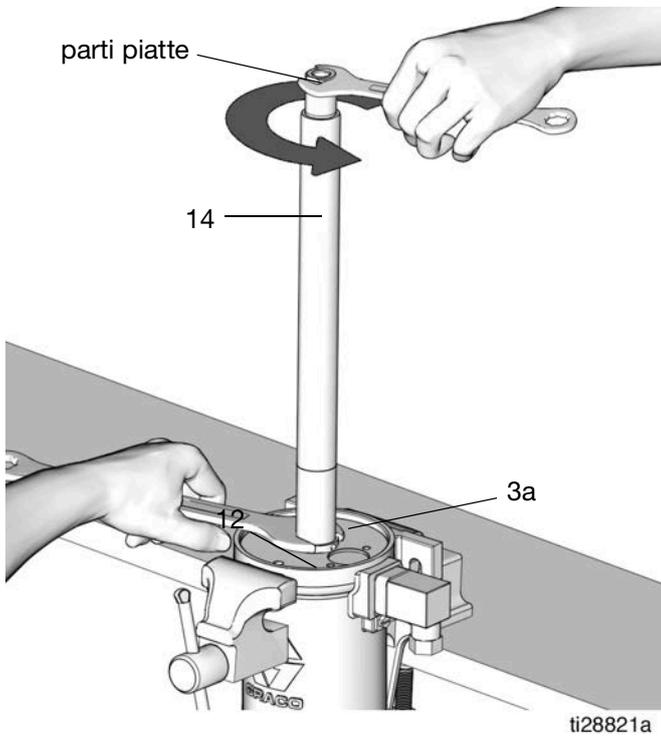

FIG. 15
12. O-ring del tubo di uscita (13) e O-ring del cilindro della pompa (9)
Fissare saldamente il dado (3a) [ubicato sul fondo del cilindro della pompa (12)] in posizione con una chiave. Utilizzare una seconda chiave inglese sulle sezioni piatte del tubo di uscita (14). Ruotare il tubo di uscita in senso antiorario per allentarlo e rimuoverlo dal cilindro della pompa (12) (FIG. 15).